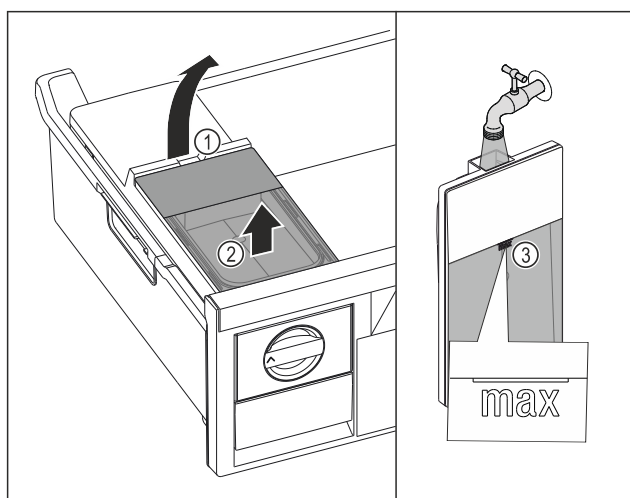

Fig. 150
- Paceliet ūdens tvertni aiz padziļinājuma Fig. 150 (1).
- Izņemiet ūdens tvertni virzienā uz augšu. Fig. 150 (2)
- Uzpildiet ūdens tvertni ar dzeramo ūdeni līdz atzīmei Fig. 150 (3).